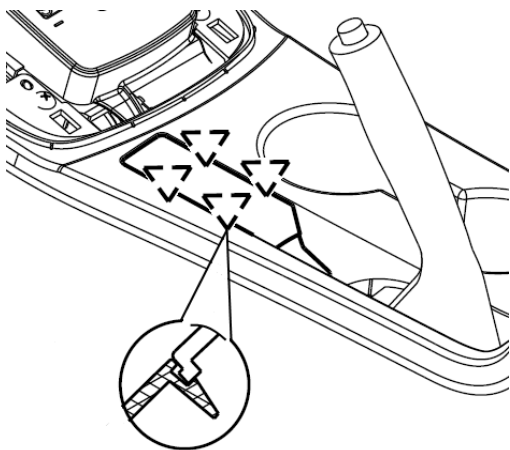

图6-2-4 手刹护板橡胶挡块组件的拆卸(2)
(2) 用一字螺丝刀小心沿手刹护板橡胶挡块组件与副仪表板本体配合边缘撬起橡胶挡块，直至将两者之间的卡脚配合结构完全松开，再取下手刹护板橡胶挡块组件。如图6-2-4所示；